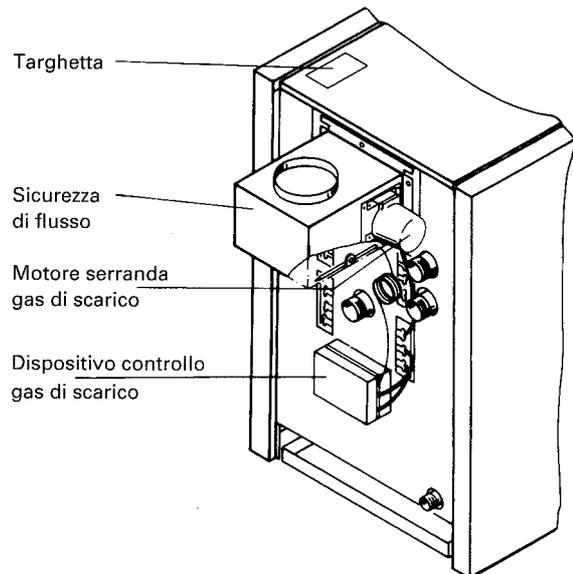

Fig. 6
1. Fissare il dispositivo di controllo gas di scarico alla lamiera posteriore utilizzando le viti fornite a corredo (fig. 6).